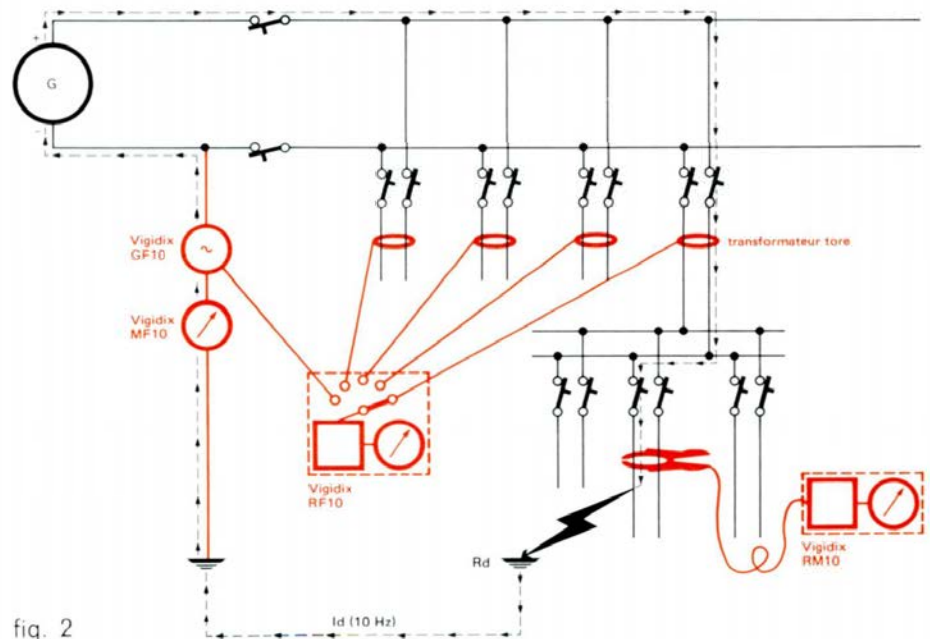

fig. 2
2. pour effectuer sous tension la recherche du défaut (amélioration des conditions d'exploitation - fig. 2)